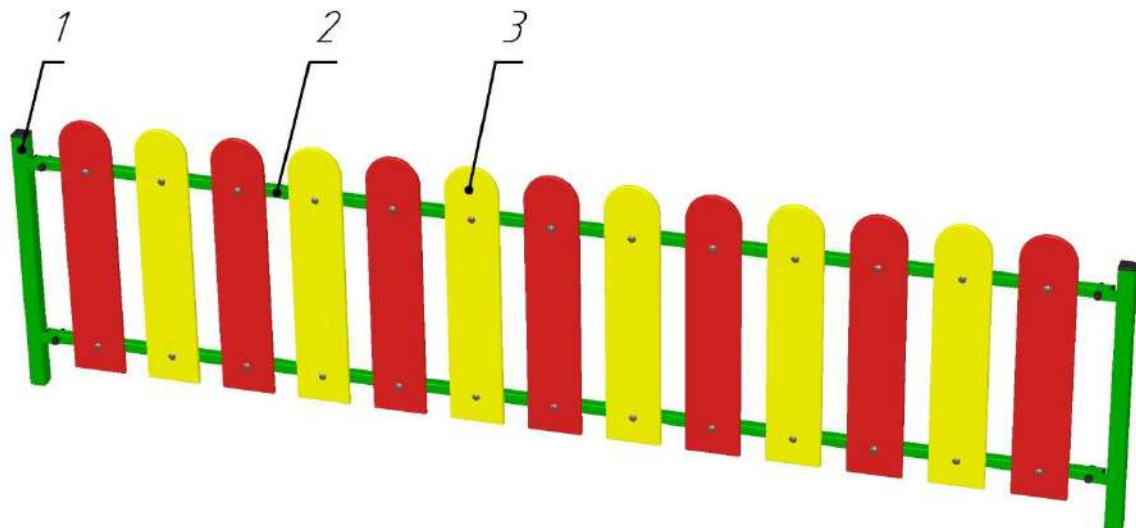

Fig. 1 Vedere generală a Gardului-ștachet PTP 1027
4.1. Gardul-ștachet este compus din stâlpi metalici 1 (vezi Fig. 1), între care sunt fixate secțiunile gardului. Fiecare secțiune constă din două țevi metalice 2, pe care sunt fixate ștachetele din placaj 3